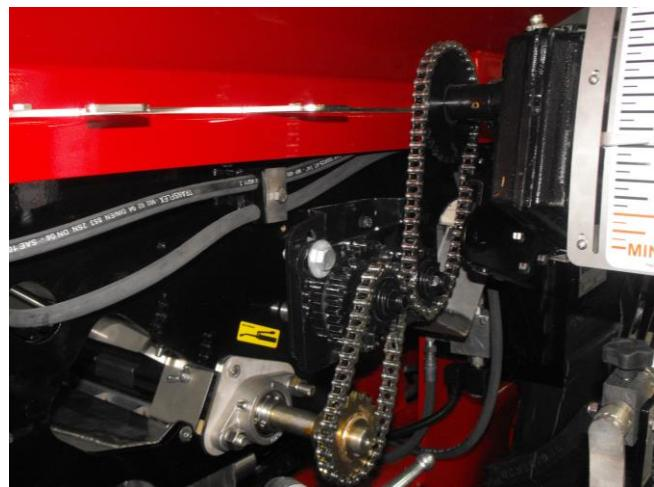

Figure 12F
boulons, ils serviront à tendre les chaînes [Figure 12F].
5. Installer les deux chaînes fournies avec l'inverseur, l'une relie la transmission variable à l'inverseur et l'autre de l'inverseur à l'arbre à cannelure [Figure 12F]. (Ne pas changer les roues dentées, chaque modèle d'applicateur à sa propre configuration).